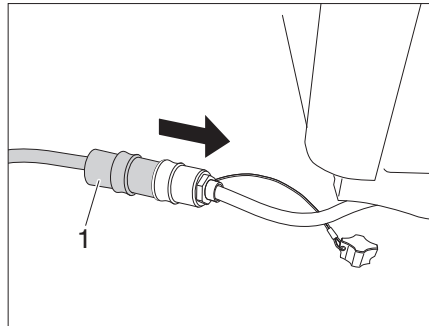

Figura 64 Conectar el cable de extensión
- Conecte el cable de extensión (Figura 64,1) al bloque de cocina y a la conexión eléctrica en la entrada del Campster.
- ▷ Utilice el cable de extensión (Figura 64,1) sólo cuando utilice la cocina a la intemperie.